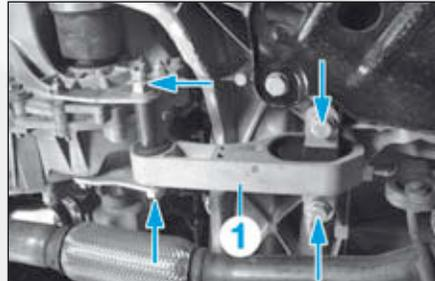

FIG.6
- le support anticouple inférieur (1) (Fig.6),